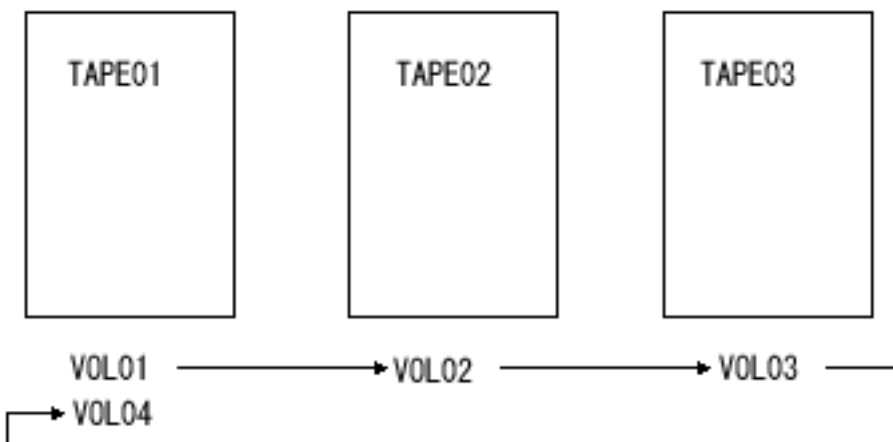

図1. 3つのテープ装置を使用したときのマルチボリューム・テープ・データ・ファイルの順序
- 複数のテープ装置を指定する場合は、ボリュームを装置上に置くときに、テープ装置ファイルに指定したのと同じ順序にします。3 ページの図 1 を参照してください。たとえば、次のようにします。